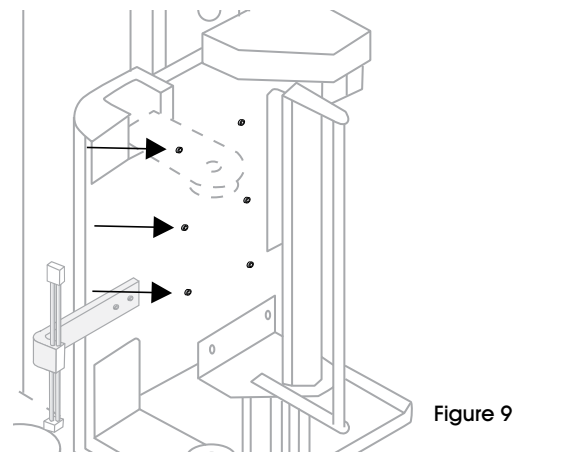

Figure 9
4. Serrez les six boulons à l'arrière du chariot. (Voir Figure 9)